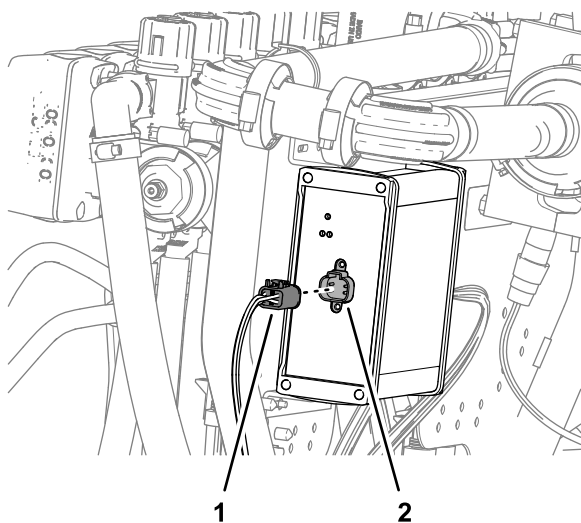

Figura 118
3. Inserte el conector hembra de 4 vías del arnés de fumigación del kit marcado TO ASC 10 en el conector de 4 pines del controlador de fumigación ASC 10 (Figura 118).